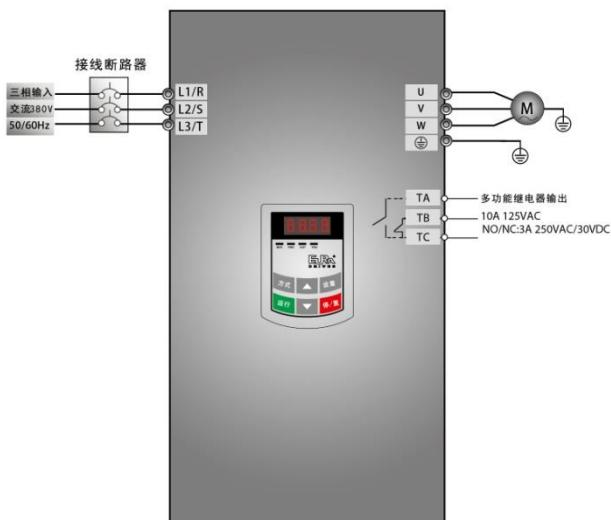

图 5-7 接线图 1
- (1) 按图 5-7 配线，检查接线正确后，合上空气开关，变频器上电；
- (2) 按方式键，进入编程菜单。
- (3) 进行电机参数测量
- (1) 按图5-7配线，检查接线正确后，合上空气开关，变频器上电；
- (2) 按方式键，进入编程菜单；
- (3) 进行电机参数测量；操作步骤与例1完全相同。
- (4) 设置变频器的功能参数；